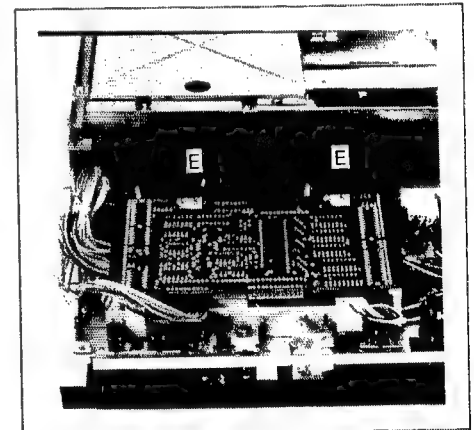

Fig. 2.6
- Auf der linken Seite die beiden Befestigungsschrauben des Mikroprozessorprints (E) lösen (Fig. 2.6).
- Unfasten the two mounting screws of the microprocessor circuit board (E) on the left-hand side (Fig. 2.6).
- Retirez, sur le côté gauche, les 2 vis de fixation du circuit du microprocesseur (fig. 2.6).
- Bedienungseinheit auf die Frontseite legen und Mikroprozessorprint ausbauen (2 Schrauben lösen, Fig. 2.6).
- Place operating unit on its front and remove micro-processor circuit board (unfasten 2 screws, Fig. 2.6).
- Démontez le circuit du microprocesseur de l'unité de commande (fig. 2.6).
- Démontez les pinces de fixation (F) du circuit d'affichage qui peut alors être extrait, avec précaution, par le haut.